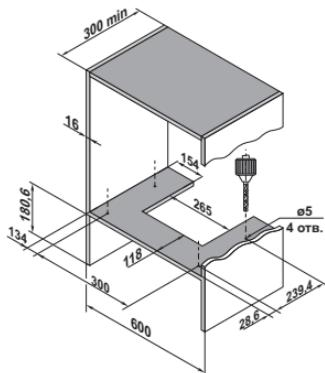

Рис. 1
1. Соберите шкаф и выполните отверстия в шкафу согласно эскиза (Рис. 1).